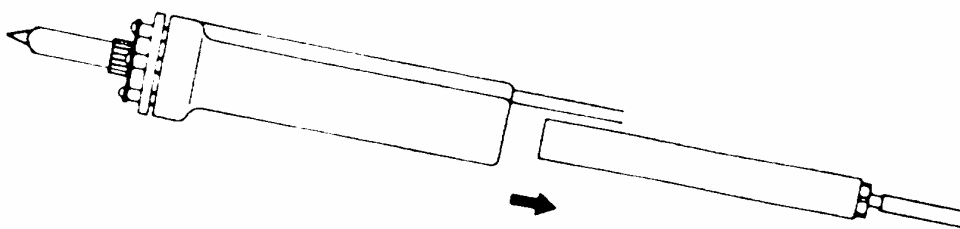

Rys. nr 10
2. Trzymać rączkę w pozycji jak na rys. nr 10. Nacisnąć i przekręcić czerwone pokrętło w tylnej części rączki.